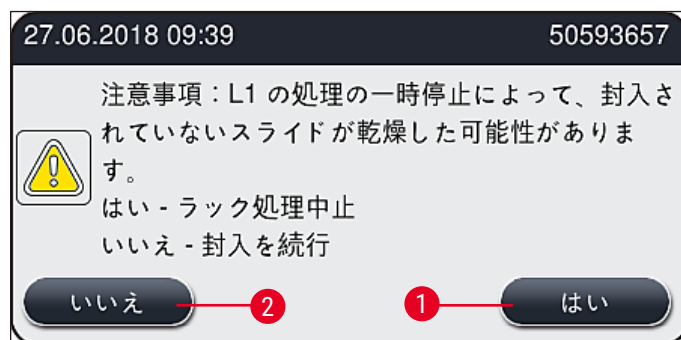

図 113
9. 装置ソフトウェアが消耗品の充填量スキャンを実行します。チェックが終了すると、情報メッセージが表示されます (→ 図 113)。